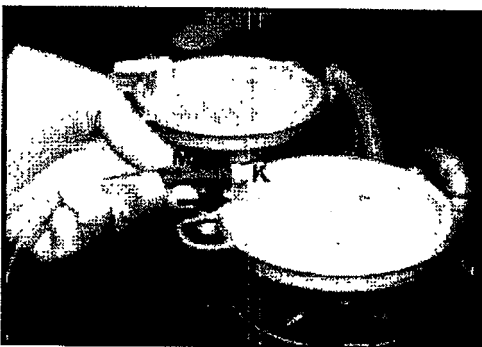

Fig. 5-14: Cambiar la bolsa de aspiración
Enchufe el tubo flexible de aspiración (M) del aplicador WAL firmemente en el conector acodado (K) en la boquilla (C) "PATIENT" de la segunda bolsa de aspiración (Fig. 5-14).